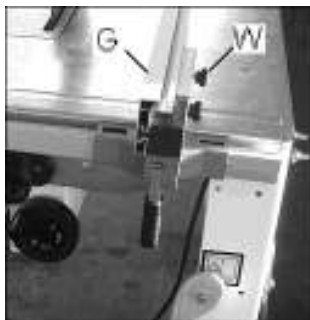

Рис. 17
Зафиксируйте упорную шину (G, Рис. 17) с помощью 2-х винтов и 2-х барашковых гаек (W) на параллельном упоре.
- Резку широких заготовок производите со стоящей упорной шиной (Рис. 17).